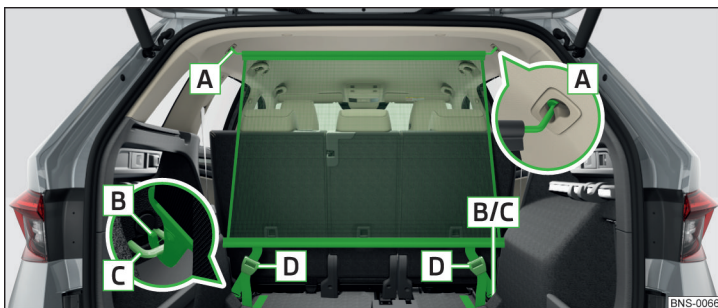

Abb. 153 Netztrennwand hinter den Rücksitzen
- › Zum **Einbau** die Querstange in die Aufnahme **A** erst auf der einen Seite einsetzen und nach vorn drücken. Auf gleiche Weise die Querstange auf der anderen Fahrzeugseite in die Aufnahme **A** einsetzen » **Abb. 153**.